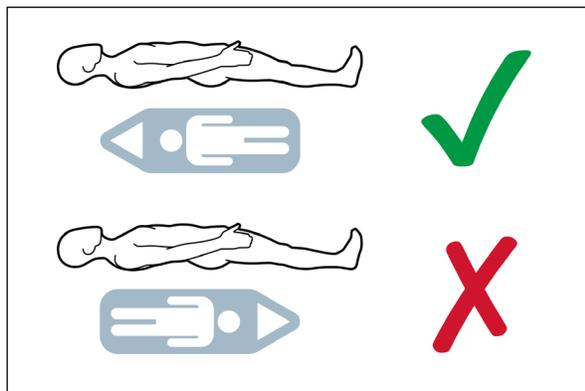
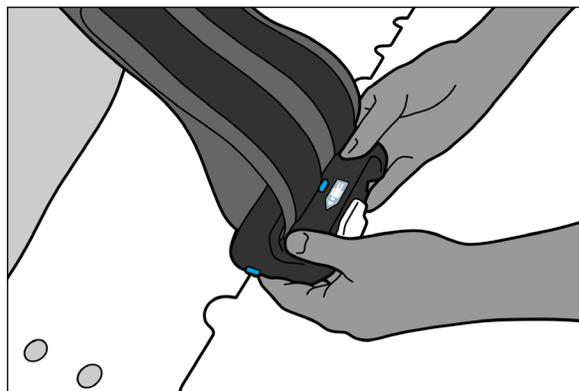

Fig. 5
Fig. 6
4. La palanca de la pinza Zifix debe estar en la posición desbloqueada y la pinza, en la orientación correcta haciendo coincidir la dirección de la etiqueta con la dirección superior e inferior del paciente (Fig. 5). A continuación, deslice con firmeza la pinza sobre el borde del dispositivo hasta que quede asentada por completo (Figs. 6 y 7).